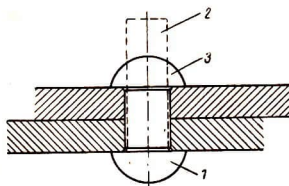

Bild 4
3. Trage neben Bild 4 die Benennungen ein!